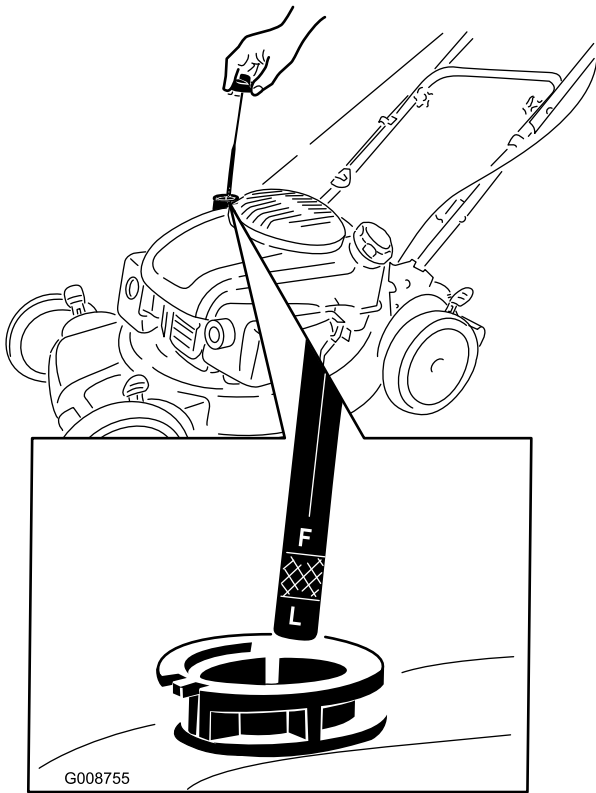

Figura 5
1. Retire la varilla (Figura 5).
2. Vierta **lentamente** aceite en el tubo de llenado hasta que el nivel llegue a la marca "Full" (lleno) de la varilla (Figura 5). **No llene demasiado.** (Capacidad máxima: 0,65 l (22 onzas), tipo: 10W-30 o SAE 30, aceite detergente con clasificación de servicio API, SJ, o superior.)
Nota: Cada vez que compruebe el nivel de aceite, retire la varilla y límpiela, introdúzcala en el cuello de llenado de aceite (**sin enroscarla**), luego retírela de nuevo y compruebe el nivel (Figura 5).